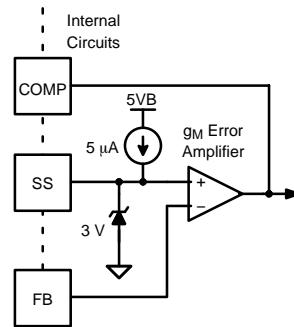

图 27. FAN9611 误差放大器配置
利用外部电路为 FAN9611 实现该功能非常简单，因为软启动 (SS) 引脚提供误差放大器参考电压(正输入)，如图 27 所示在 FAN9611 架构中，转换器的功率与 COMP 引脚上的电压(减去一个很小的偏移电压)成正比通过监控 COMP 引脚上的电压，可以确定电源的工作功率因此，可以调低 SS 引脚上的电压，以获得所需的低输出电压。